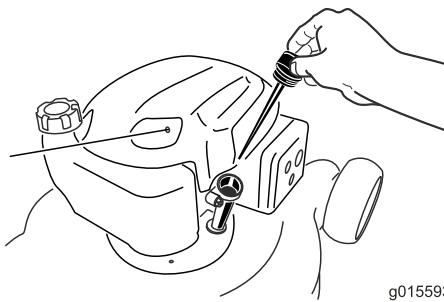

Figura 26
- Retire la varilla del tubo de llenado de aceite (Figura 26).